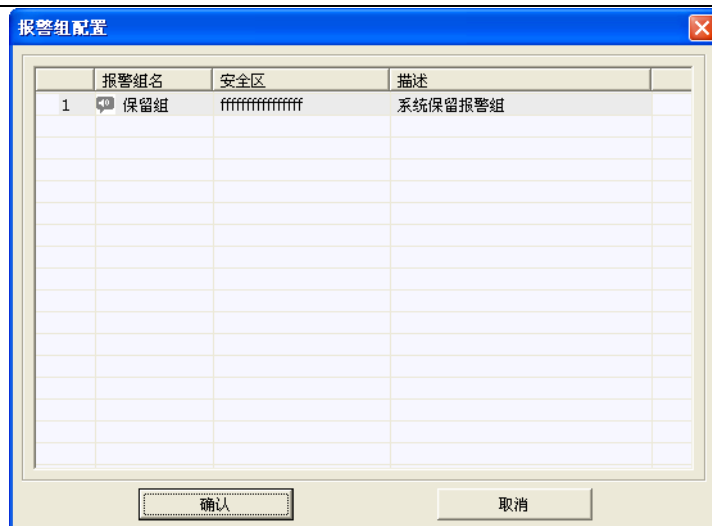

图 9-20 报警组配置
(1) 点击报警组图标“”,打开报警组配置界面,可以看到一个默认的报警组——保留组,如图 9-20 所示。